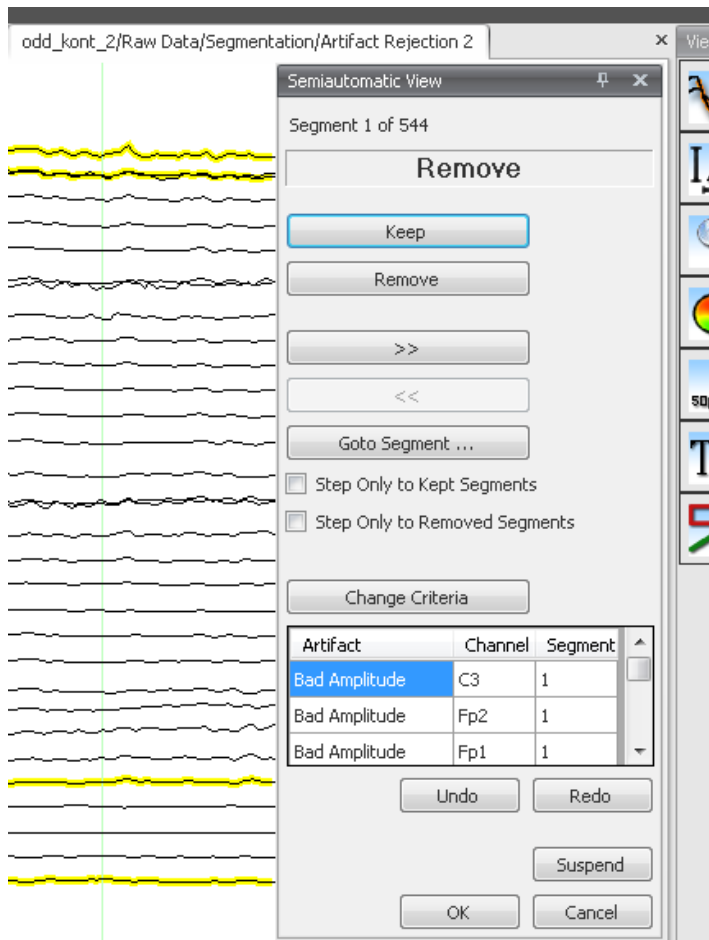

ABB. 12—21 ARTEFAKTVERWERFUNG, MANUELLE SEGMENTAUSWAHL, OPTION „MARK BAD SEGMENTS...“ INAKTIV
- Die Anzeige der aktuellen Segmentnummer (in Abb. 12–21 **Segment 1 of 544**);